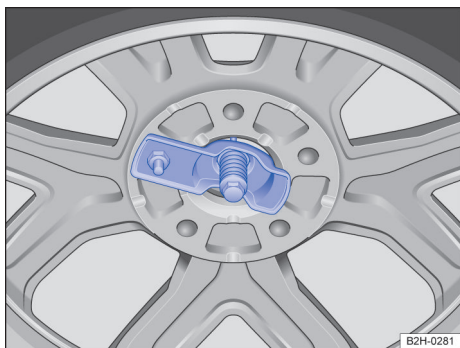

Fig. 190 Roda sobressalente ou de emergência: colocação correta do suporte do aro no orifício do aro.
- Assegurar-se de que o suporte do aro esteja centralizado no orifício do aro e que não esteja empenado → Fig. 190 → ⚠️.